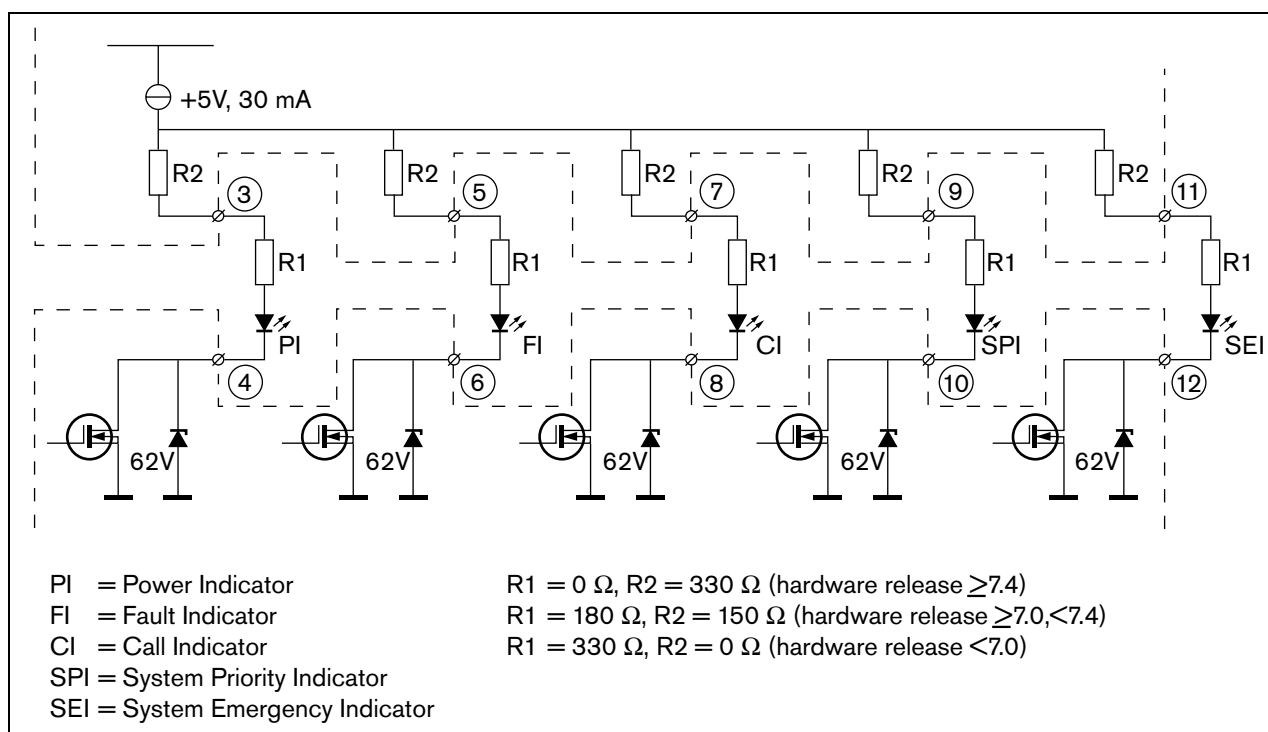

figura 13.7: LED ad alimentazione interna
- Spia o LED ad alimentazione interna. Per un diagramma di connessione, vedere figura 13.7.